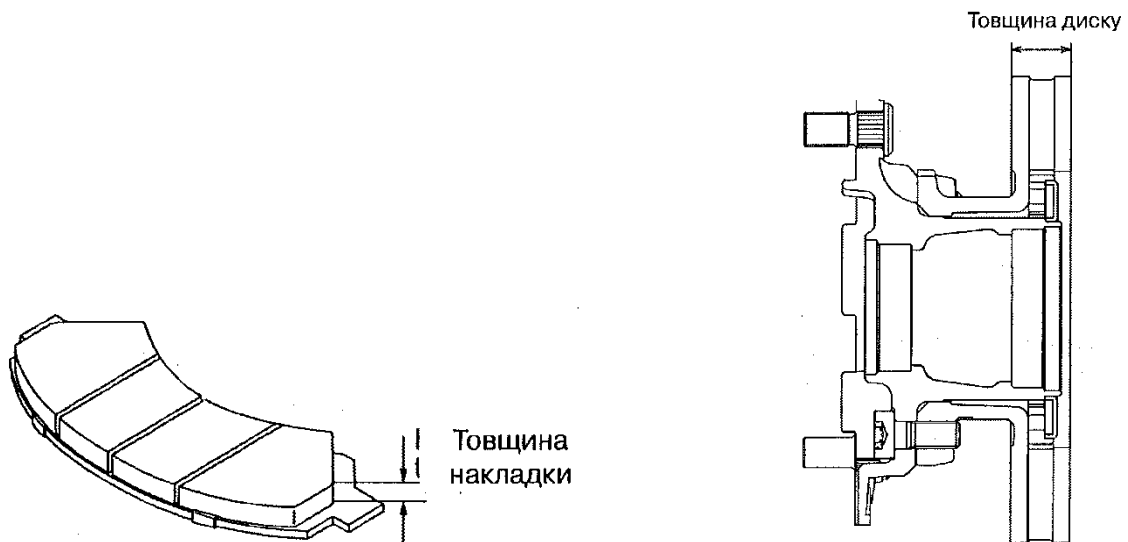

Рисунок 12.7.1.6.2 – Визначення товщини накладки та гальмівного диску.
5. Виміряйте товщину накладки, товщину гальмівного диску та визначте ступінь його зношення (рис. 12.7.1.6.2).